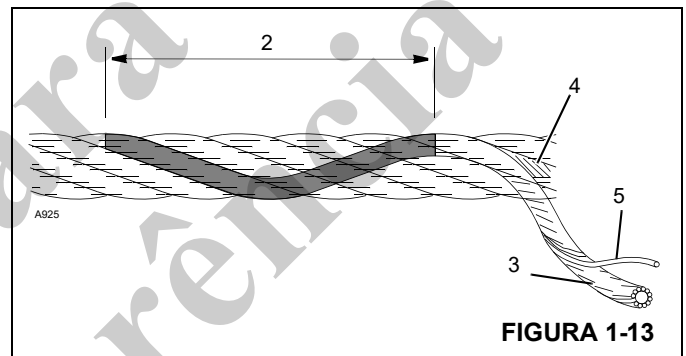

FIGURA 1-13
13. Ao verificar se há fios rompidos (5, Figura 1-13) relaxe o cabo e remova-o dos “pontos de sustentação”. O defeito em um cabo de aço é referido com relação ao “Comprimento do encordoamento” (2), que é a distância medida ao longo do cabo em que um cordão (3) completa uma volta ao redor do núcleo (4).